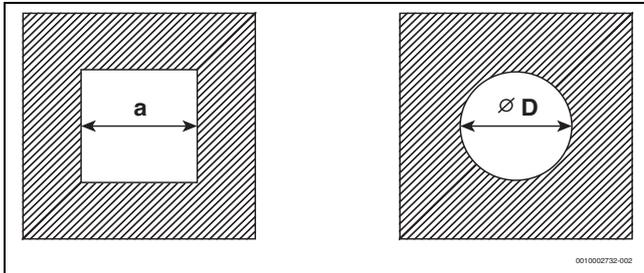

Bild 5 Rechteckiger und runder Querschnitt
- ▶ Prüfen, ob die zulässigen Schachtmaße für den vorgesehenen Einsatzfall gegeben sind. Wenn die Maße  $a_{\min}$  oder  $D_{\min}$  **unterschritten werden**, ist die Installation **nicht zulässig** (→ Bild 5 und Tab. 7 und 8).